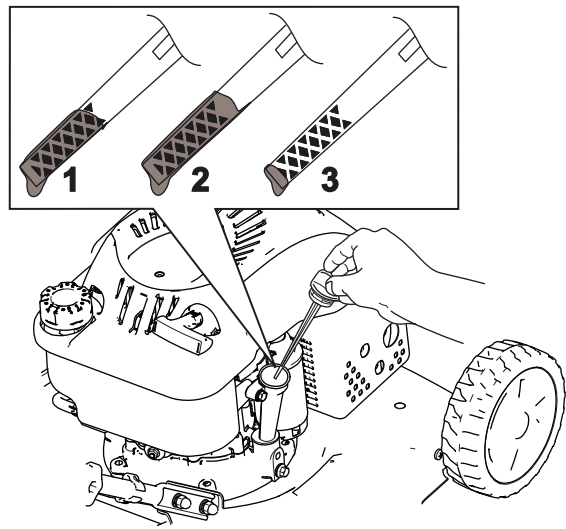

Figura 11
5. Observe en la varilla el nivel de aceite (Figura 11).
2. Retire la varilla girando el tapón en el sentido contrario a las agujas del reloj y tirando del mismo (Figura 11).